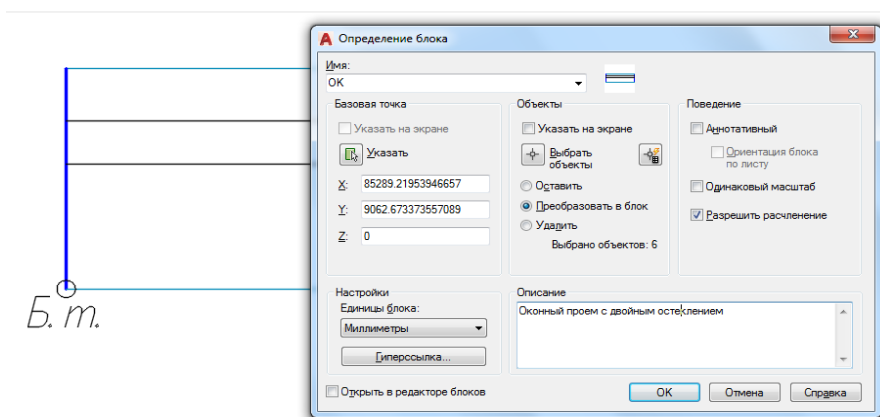

Рис. 60. Диалоговое окно **Определение блока**
2. Создать блок под названием *ОК* последовательностью команд **Рисование** → **Блок** → **Создать...** . В результате откроется диалоговое окно **Определение блока** (рис. 60).